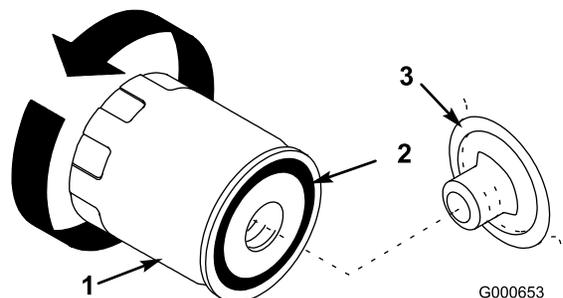

Figura 31
8. Retire el filtro usado y limpie con un paño la superficie de la junta del adaptador del filtro (Figura 31).
11. Aplique una capa fina de aceite nuevo a la junta de goma del filtro nuevo (Figura 31).
12. Instale el filtro de aceite nuevo en el adaptador del filtro. Gire el filtro en el sentido de las agujas del reloj hasta que la junta de goma entre en contacto con el adaptador del filtro, luego apriete el filtro 1/2 de vuelta más (Figura 31).